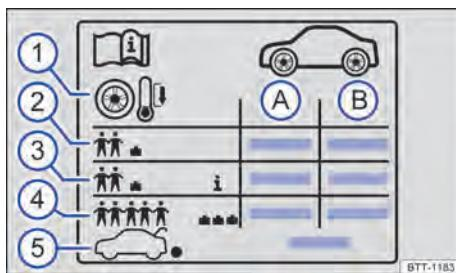

Fig. 210 Símbolos na etiqueta de pressão dos pneus.
Indicações na etiqueta de pressão dos pneus → Fig. 210:
Dependendo do veículo, a etiqueta de pressão dos pneus pode conter uma pressão dos pneus de conforto → Fig. 210 (3). A pressão de conforto dos pneus possibilita aumentar o conforto da condução. Ao conduzir com a pressão de conforto dos pneus, pode aumentar o consumo de combustível.